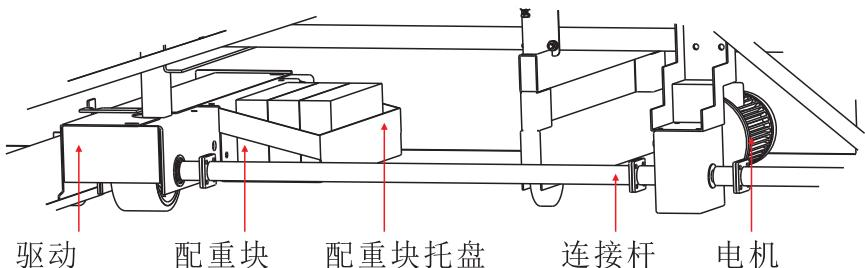

图3-4 配重块托盘
A. 如果看台有行走过程中卡住、走偏，检查排锁、配重块（配重块托盘，见图3-4）。